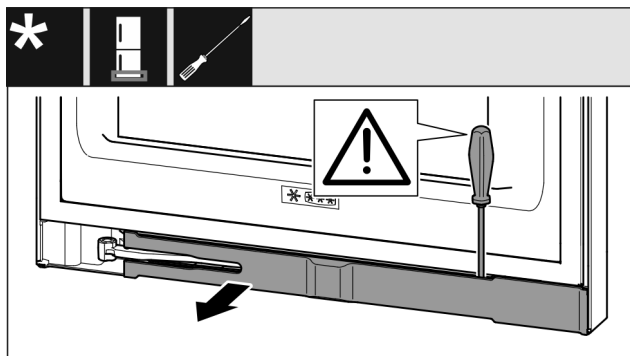

Fig. 13
- Plochým šroubovákem vyjměte zásepku a otočte ji ke straně. (viz Fig. 13)